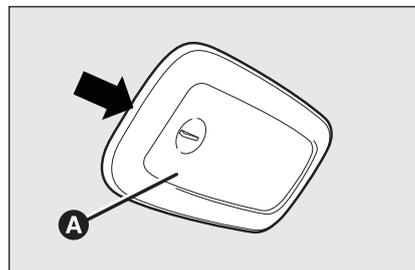

fig. 38
- intervenga en el punto indicado por la flecha y extraiga la lámpara de techo **A-fig. 38**;